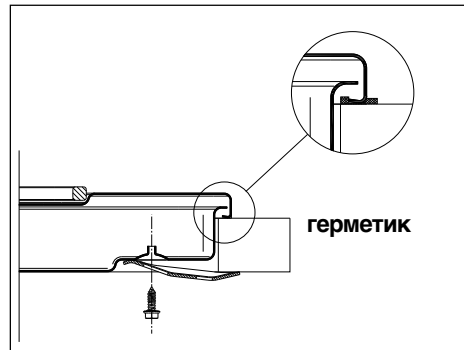

Рис. 14
- прикрепите панель к мебели при помощи специальных скоб, входящих в комплектацию (см. рис. 14).